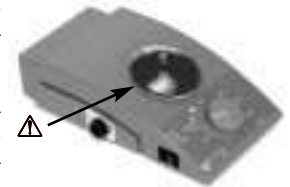

Fig. 1: Gefahrenstelle
- Es dürfen keine bewegten Teile berührt werden (Quetsch-, Stoß- und Schnittgefahr, siehe Fig. 1: Gefahrenstelle).